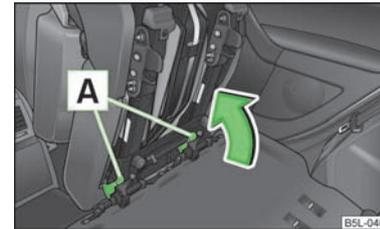

Fig. 52 Verrouillage du siège
- Verrouillez le siège à l'extrémité du guidage en appuyant sur les verrous du siège **A** dans le sens de la flèche » fig. 52.
- Si le siège est démonté, posez-le d'abord sur le guidage et verrouillez-le » fig. 52. Assurez-vous que le siège est correctement verrouillé en le tirant vers le haut.